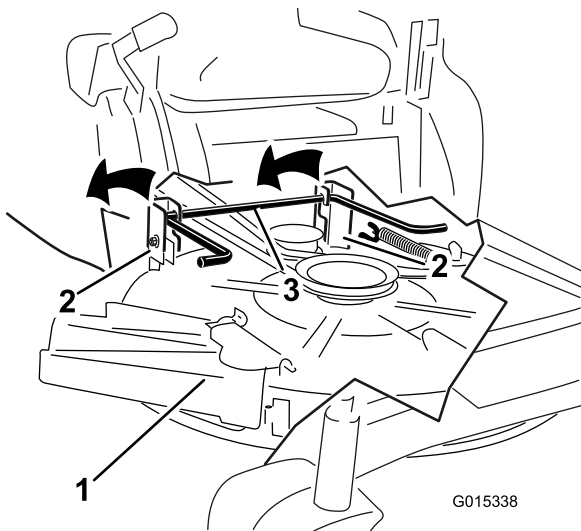

Figure 55
5. Soulevez et enlevez le plateau de coupe et les supports de la tige de levage arrière et abaissez le plateau au sol avec précaution (Figure 55).
- Soulevez l'arrière du plateau de coupe et guidez les supports sur la tige de levage arrière (Figure 55).